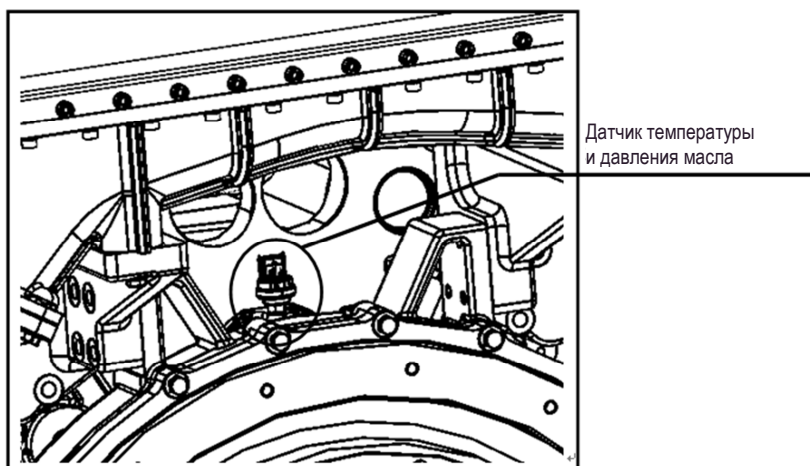

Рис. 2-18 Датчик температуры и давления масла
(5) Датчик температуры давления масла. Датчик давления и температуры масла установлен на главном масляном канале блока цилиндров, когда давление масла слишком низкое или температура масла слишком высокая, прибор посылает сигнал тревоги, см. рисунок 2-18.